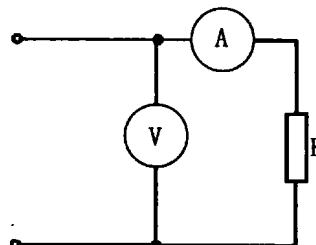

图 1-1
(1) 伏安法：将电压表接在电流表的前面，称为“伏安法”，见图 1-1。这种接法适用于测大电阻，因为它测出的电压为电流表内阻上的电压降和电阻  $R$  上的电压降之和，当被测电阻  $R$  大于电流表的内阻时，这种测量方法所产生的误差才较小。